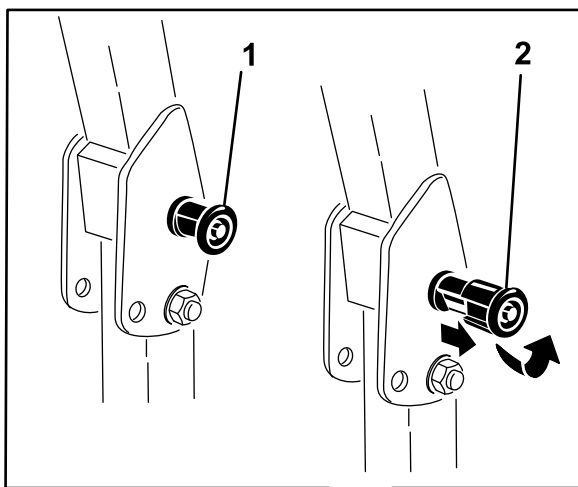

Figura 7
2. Tire de ambos pomos hacia fuera y gírelos 90° para desengranarlos (Figura 7).
3. Coloque la barra antivuelco en la posición de bajada (Figura 7).
- Para elevar la barra anti-vuelco, suba la barra a la posición de uso, y gire los pomos para que se introduzcan parcialmente en las ranuras (Figura 7).
- Eleve la barra a la posición vertical, presionando sobre la parte superior de la misma; las clavijas encajarán en cuanto se alineen con los orificios (Figura 7). Presione sobre la barra para asegurarse de que las clavijas han quedado encajadas.